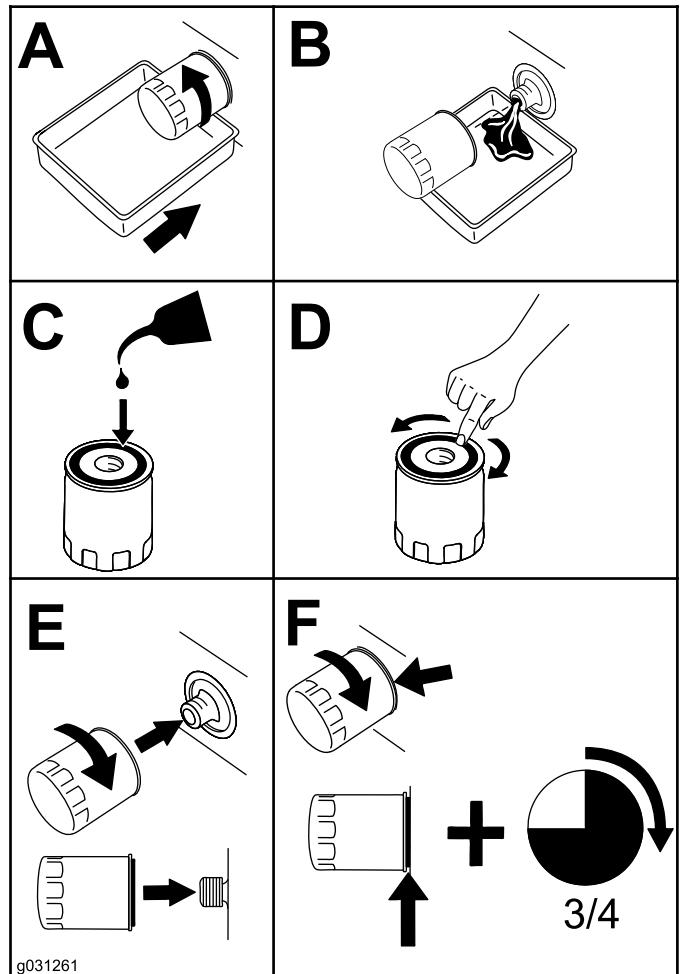

Figure 84
4. Remplacez le filtre à huile moteur (Figure 84).